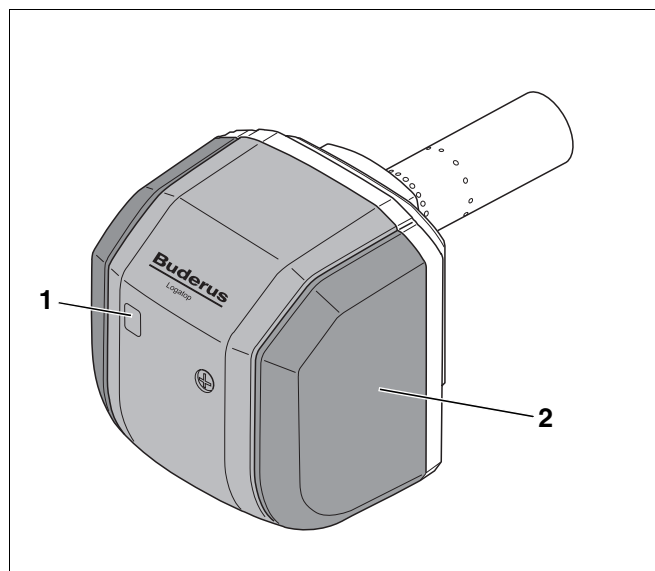

Abb. 2 Brenner
- Brennerhaube (Abb. 2, **Pos. 2**)
- Drücken Sie den Entstörtaster (Abb. 2, **Pos. 1**, Seite 3) ca. eine Sekunde lang, um den Brenner zu starten.
- Starten Sie den Brenner: Drücken Sie, nach ca. 30 Sekunden Wartezeit, den Entstörtaster am Ölfeuerungsautomaten (Abb. 2, **Pos. 1**, Seite 3) ca. eine Sekunde lang, um den Brenner wieder zu starten.